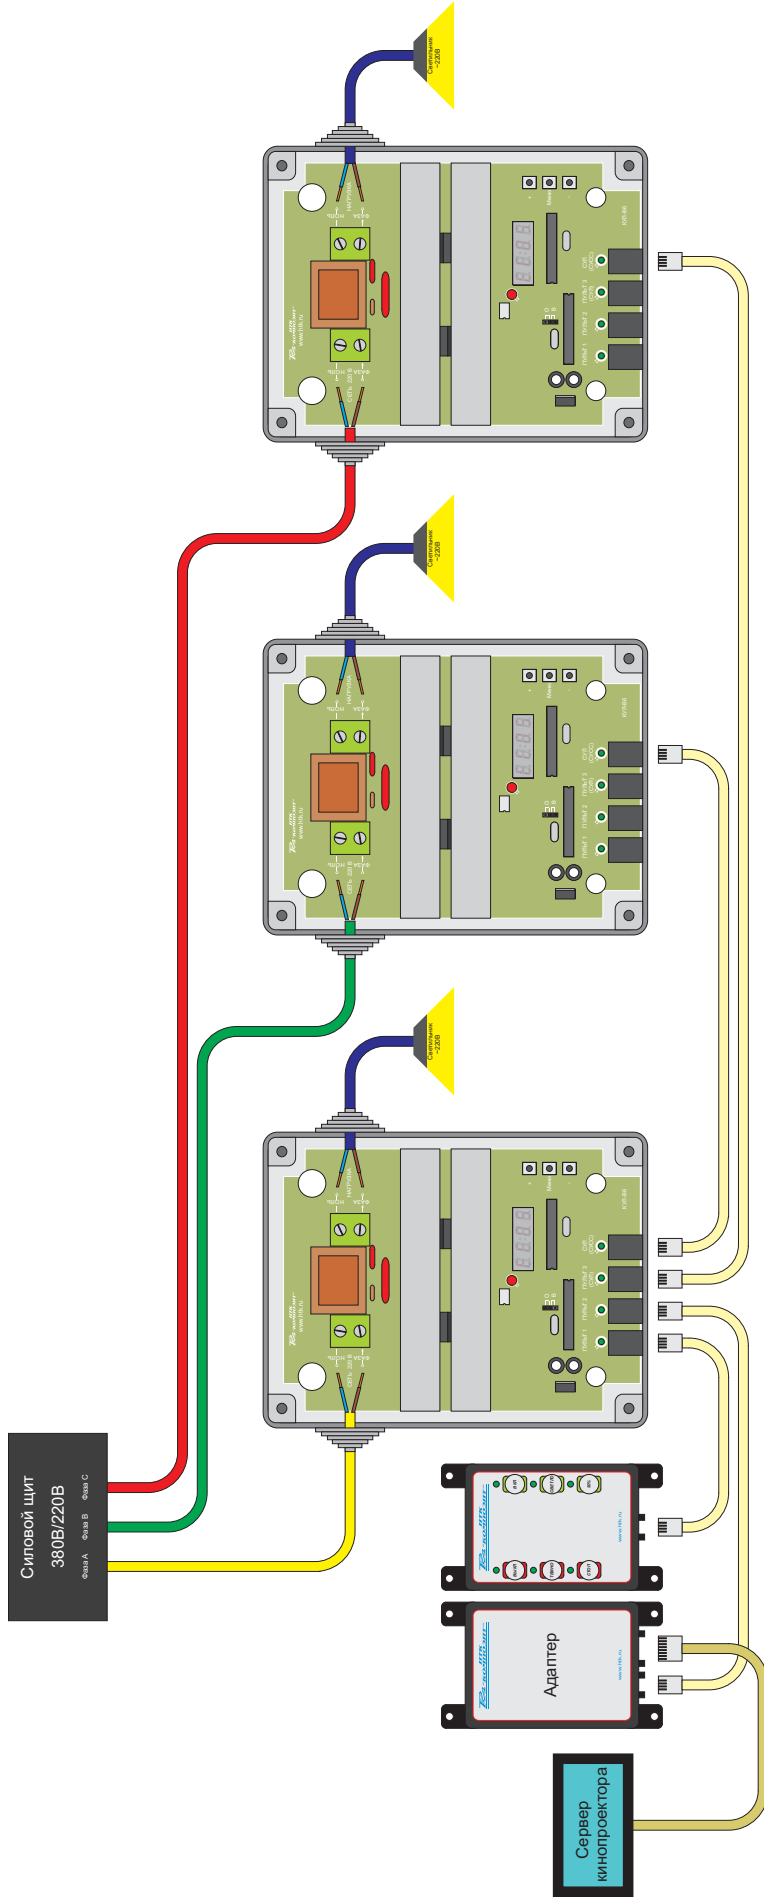

Рис.5
9. Если необходимо работать с двумя или тремя контроллерами- подключите их по схеме Рис.5. При такой конфигурации на ведомых контроллерах необходимо переставить перемычку в положение “В” Рис1.